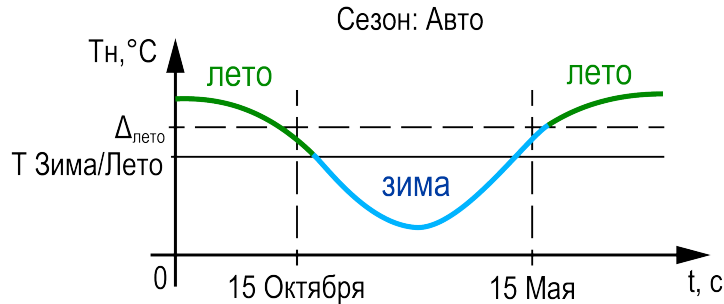

Рисунок 9.7 – Определение сезона
- параметр **Переход: Авто** — к условию перехода между режимами в ручном режиме добавляется условие автоматического перехода (см. рисунок 9.7). Условие перехода в **Лето**: среднесуточная температура наружного воздуха стала выше значения установленного в параметре **Уставка лето** на 3 градуса (не редактируемая величина) и текущая дата находится в диапазоне между датой включения режима Лето (**Вкл**) и датой выключения (**Выкл**). Условие перехода в **Зиму**: среднесуточная температура наружного воздуха стала ниже значения установленного в параметре **Уставка лето** и текущая дата находится в диапазоне между датой выключения режима Лето (**Выкл**) и датой включения (**Вкл**). На рисунке 9.7 в качестве примера изображается 15 октября (дата перехода из Лета в Зиму) и 15 мая (дата перехода из Зимы в Лето).